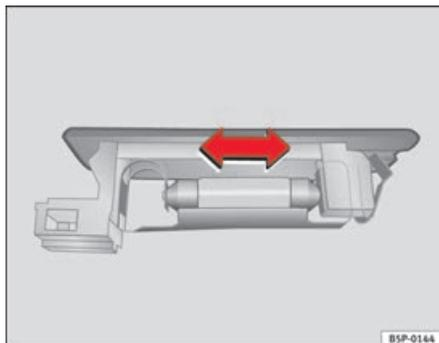

Fig. 170 Luz do porta-bagagens
- Pressionar a lâmpada na parte lateral e extraí-la do respectivo alojamento ⇒ fig. 170. ■